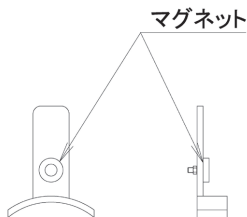
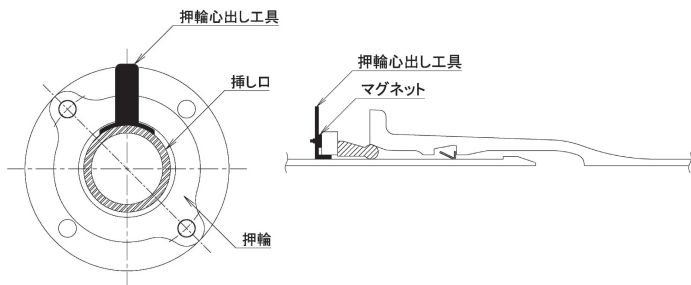

図17 押輪心出し工具
図18 押輪心出し工具のセット
- (3) 押輪心出し工具 (図17) のマグネット面を押輪に取付け、管と同心円とする (図18)。